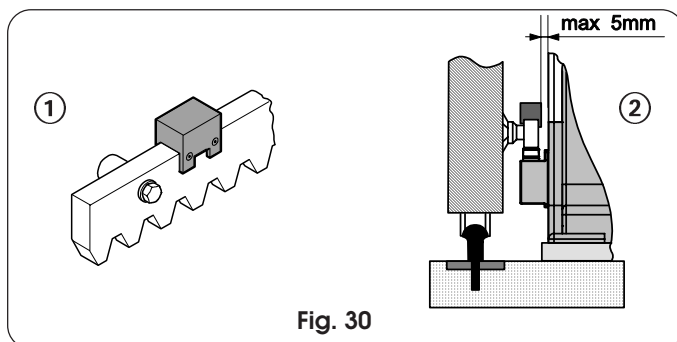

Fig. 30
- Plaats de magneten op de tandheugel zoals aangegeven op fig. 30 ref. ①. Ga na of de afstand tussen de magneet en het huis van de aandrijving maximaal 5 mm bedraagt (fig. 30, ref. ②).